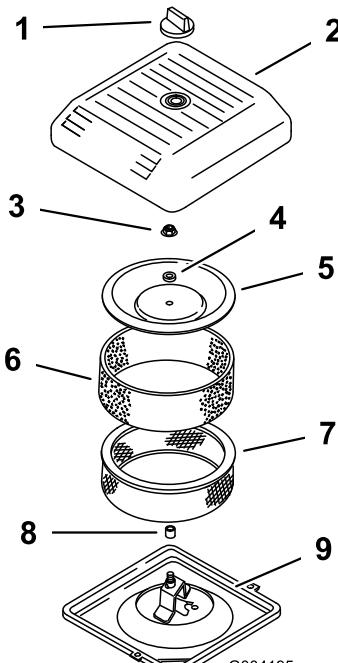

图13
2. 拧下旋钮并取下空气滤清器盖（图13）。
3. 小心将泡沫预滤器滑出纸质滤芯（图13）。
4. 拧下护罩螺母、并取下护罩、隔片和纸质过滤器（图13）。
2. 将空气滤清器总成放到空气滤清器基座上（图13）。
3. 安装护罩、隔片、并使用护罩螺母固定（图13）。上紧扭矩至 10.7Nm。
4. 安装空气滤清器盖、使用旋钮固定（图13）。